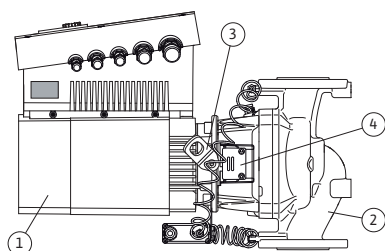

Fig. 10: Pump komplett
Det typiska kännetecknet för serien Stratos GIGA är motorns mantelkylning. Luftströmmen förs optimalt genom den långa fläktkåpan (fig. 10, pos. 1) för kylning av motorn och elektronikmodulen.
(Fig. 10, pos. 2) visar pumphuset med en speciell ledning för lanternan för avlastning av pumphjulet.
Transportöglorna (fig. 10, pos. 3) ska användas enligt kapitel 3 "Transport och tillfällig lagring" på sidan 5 och kapitel 10 "Underhåll" på sidan 44.
Fönstret i lanternan som är täckt med skyddsplåten (fig. 10, pos. 4) används vid underhållsarbeten enligt kapitel 10 "Underhåll" på sidan 44. Fönstret kan även användas för läckagekontroller om säkerhetsbestämmelserna i kapitel 9 "Idrifttagning" på sidan 41 och kapitel 10 "Underhåll" på sidan 44 observeras.